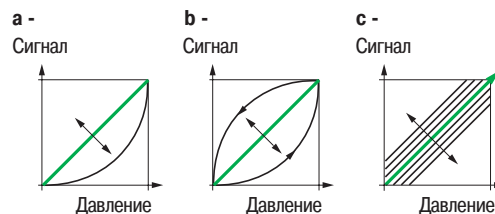

Рис. 62: Графическое представление: [a] нелинейность, [b] гистерезис, [c] повторяемость
□ **Линейность** – это наибольшая разница между фактической кривой датчика и номинальной кривой (см. Рис. 62).
□ **Гистерезис** – это наибольшая разница между кривой нарастания давления и кривой понижения давления (см. Рис. 62).
□ **Повторяемость** является максимальным разбросом значений, полученная путем изменения давления при определенных условиях (см. Рис. 62).